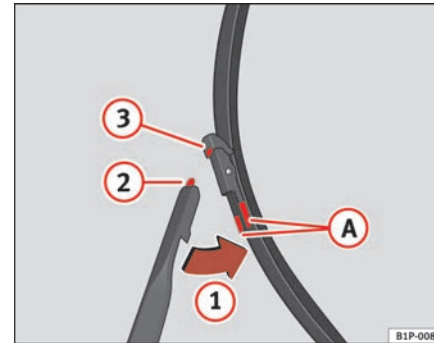

Abb. 143 Scheibenwischerblätter vorne auswechseln
- Drücken Sie auf die Sperrtasten **A** und nehmen Sie das Wischerblatt in Richtung Pfeil **1** ⇒ Abb. 143 heraus. ▶
- Setzen Sie die Lasche **2** in die Aufnahme **3** im Wischerblatt ein ⇒ Seite 225, Abb. 143.
- Drücken Sie das Wischerblatt gegen die Richtung des Pfeils **1** zum Wischerarm, bis ein Klicken zu hören ist ⇒ Seite 225, Abb. 143.